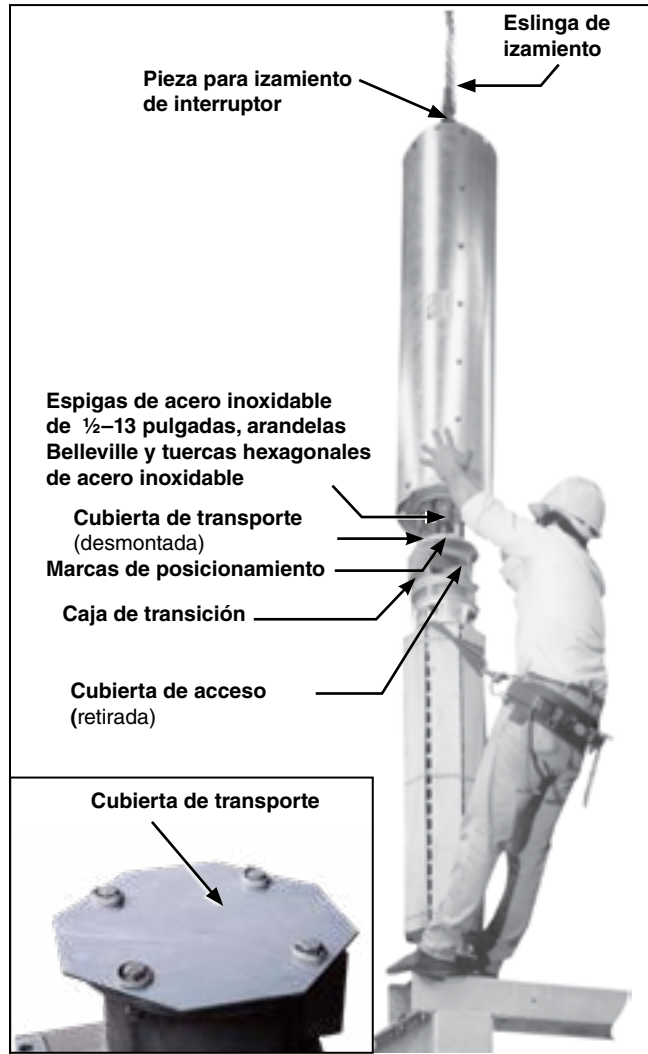

Figura 13. Ensamblaje del interruptor a la columna de soporte aislante.
PASO 1. Sujete una eslinga de izado a la ménsula de izado de una de las cámaras interruptivas. Retire y deseche las abrazaderas y los herrajes de acero galvanizado de $\frac{1}{2}$ pulgada asociados que sujetan la ménsula de embarque de la cámara interruptiva a la base de alta velocidad y levante con cuidado la cámara interruptiva ligeramente por encima de la parte superior de la caja de transición de su columna de soporte aislante. Ver Figura 13.
- (a) Retire y deseche la cubierta de transporte situada en la parte superior de la caja de transición. Ver Figura 13 en la página 18, recuadro.
- (c) Retire los cuatro tornillos de cabeza hexagonal de acero inoxidable de $\frac{5}{16}$ -18x $\frac{3}{4}$ pulgadas utilizados para fijar la cubierta de acceso al lateral de la caja de transición. Retirar la tapa y colocarla sobre una superficie limpia junto con los herrajes correspondientes. Ver Figura 13 en la página 18. Retirar también la bolsa de tela que contiene los herrajes que serán utilizados para conectar el acoplamiento de la cámara interruptiva a la varilla de operación en el Paso 4(g).